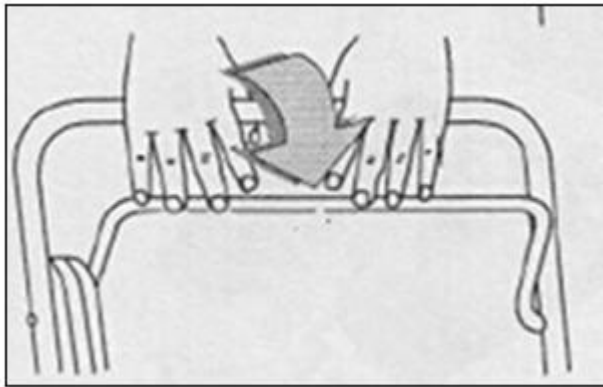

Fig. 4
1. Suelte la palanca de control del freno (ubicada en el equipo) para detener el motor. (Ver Fig. 4)